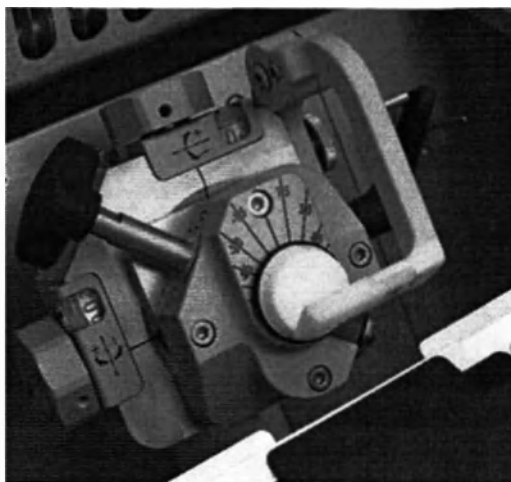

Рисунок 8.64
4. Опустите лапку, расправляющую срезы на грань блока образца, чтобы проверить выравнивание (Рисунок 8.64).